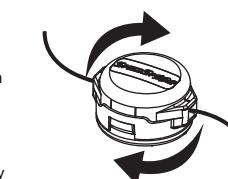

Fig. 19
Gire toda la unidad a modo de que el accesorio de corte se ubique a un ángulo de 30° con el suelo (Fig. 19).
- Quite la tapa dejando que salga o es posible que sea necesario mover un poco la tapa y luego sacar la bobina (Fig. 19)